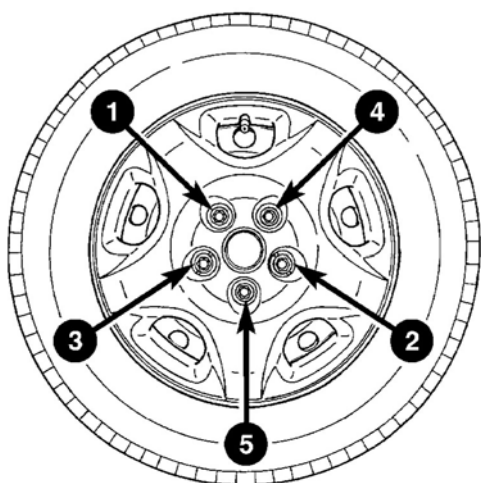

图 16 螺母紧固顺序
(5) 以正确的顺序逐步地紧固所有 5 个车轮装配螺母（图 16）。紧固车轮螺母至 135N.m (100ft.lbs.) 的扭矩。